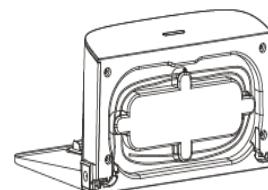

Рис. 3
- Убедитесь, что шнур питания аккуратно сложен, в противном случае робот-пылесос может столкнуться с проблемой поиска станции зарядки. (Рис.3)